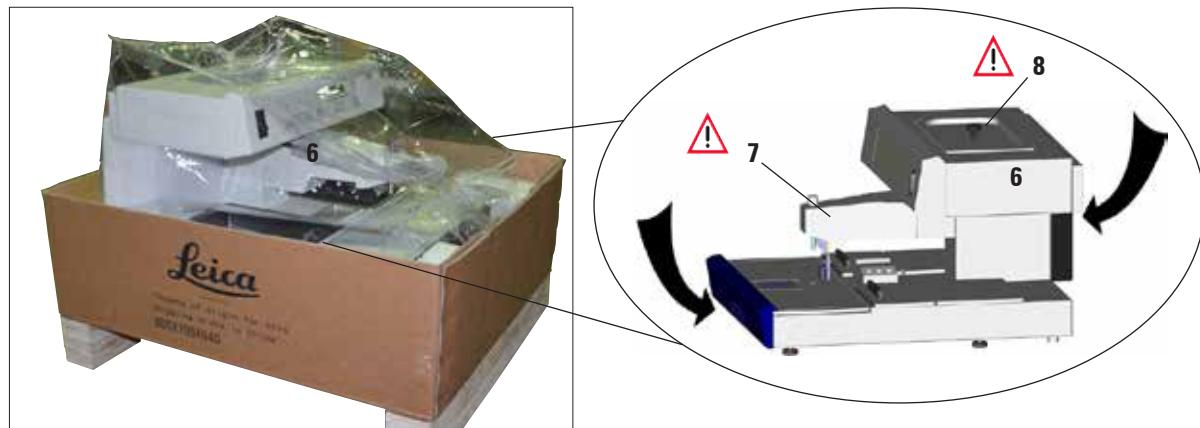

Fig. 5
5. Para alzar el equipo (6), sujetélo solo por delante y por detrás en los extremos inferiores de la base de la carcasa (flecha en el detalle de la fig. 5) y sáquelo del acolchado del suelo.